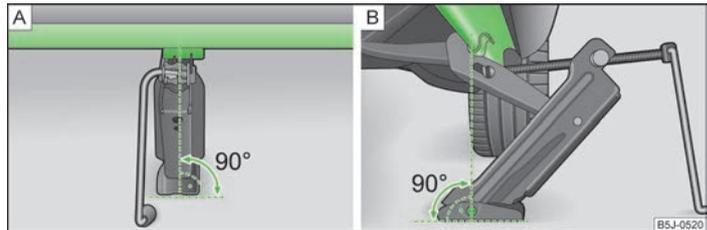

Abb. 132 Wagenheber ansetzen
Klaue den Steg » Abb. 132 - B unter der
- › **Abb. 132** zur Stelle, an der die Klaue den Steg umfasst, befindet.